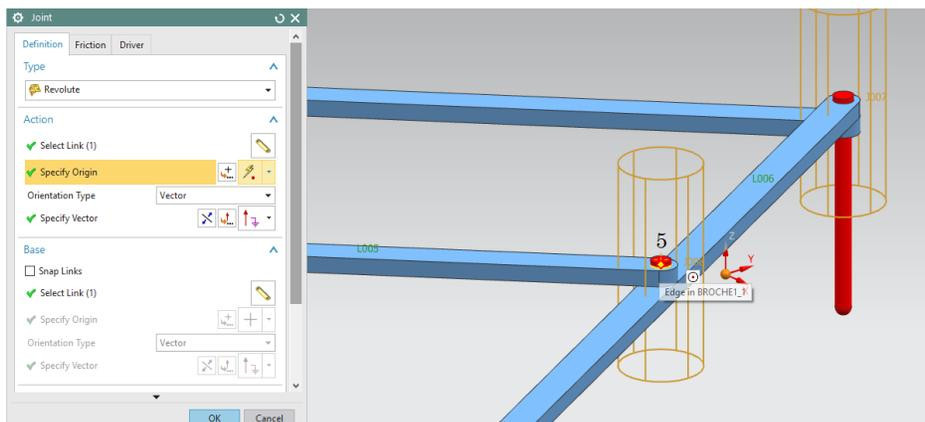

Figura 1.2.18 Articulación 7.
Joint 7: Seleccionar Link L006 en **Select>Select Link**, seleccionar (5) en **Specify Origin** y en **Base>Select Link** seleccionar Link L005 (Figura 1.2.18).